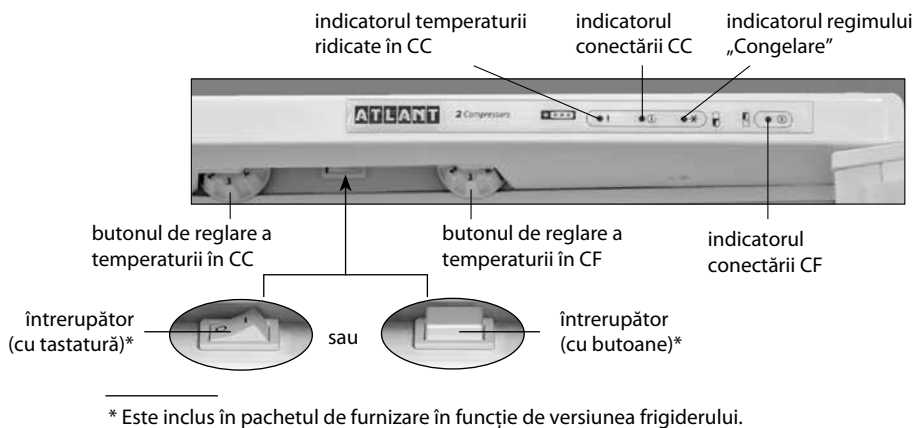

Figura 3 — Masca frigiderului
— **Înterupătorul (cu tastatură sau butoane)** în conformitate cu figura 3 este proiectat pentru a activa/dezactiva regimul „Congelare” în CC.
2.1.2 Frigiderul are indicatori de lumină în conformitate cu figura 3:
La conectarea frigiderului, pe mască se aprind indicatoarele de conectare a camerelor și indicatorul de temperatură ridicată în CC în conformitate cu figura 3. La scăderea temperaturii în frigider indicatorul temperaturii ridicate se va stinge automat.